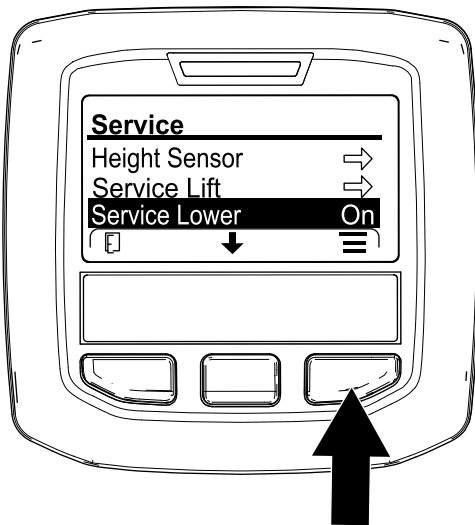

Bild 178
- Drücken Sie die mittlere InfoCenter-Taste, bis die Option ABSENKEN IN WARTUNGSSTELLUNG ausgewählt ist (Bild 178), drücken Sie die rechte Taste.